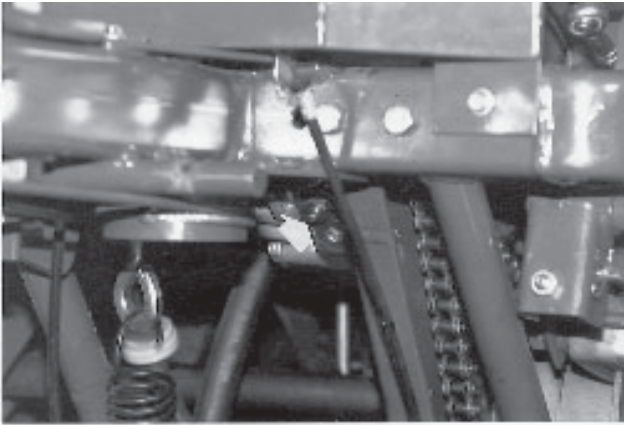

Fig.2
- B. Drcken Sie den Knopf fr das Hydrostatik-Sicherheitsventil. Siehe Abbildung 2 (bei dem Pfeil).